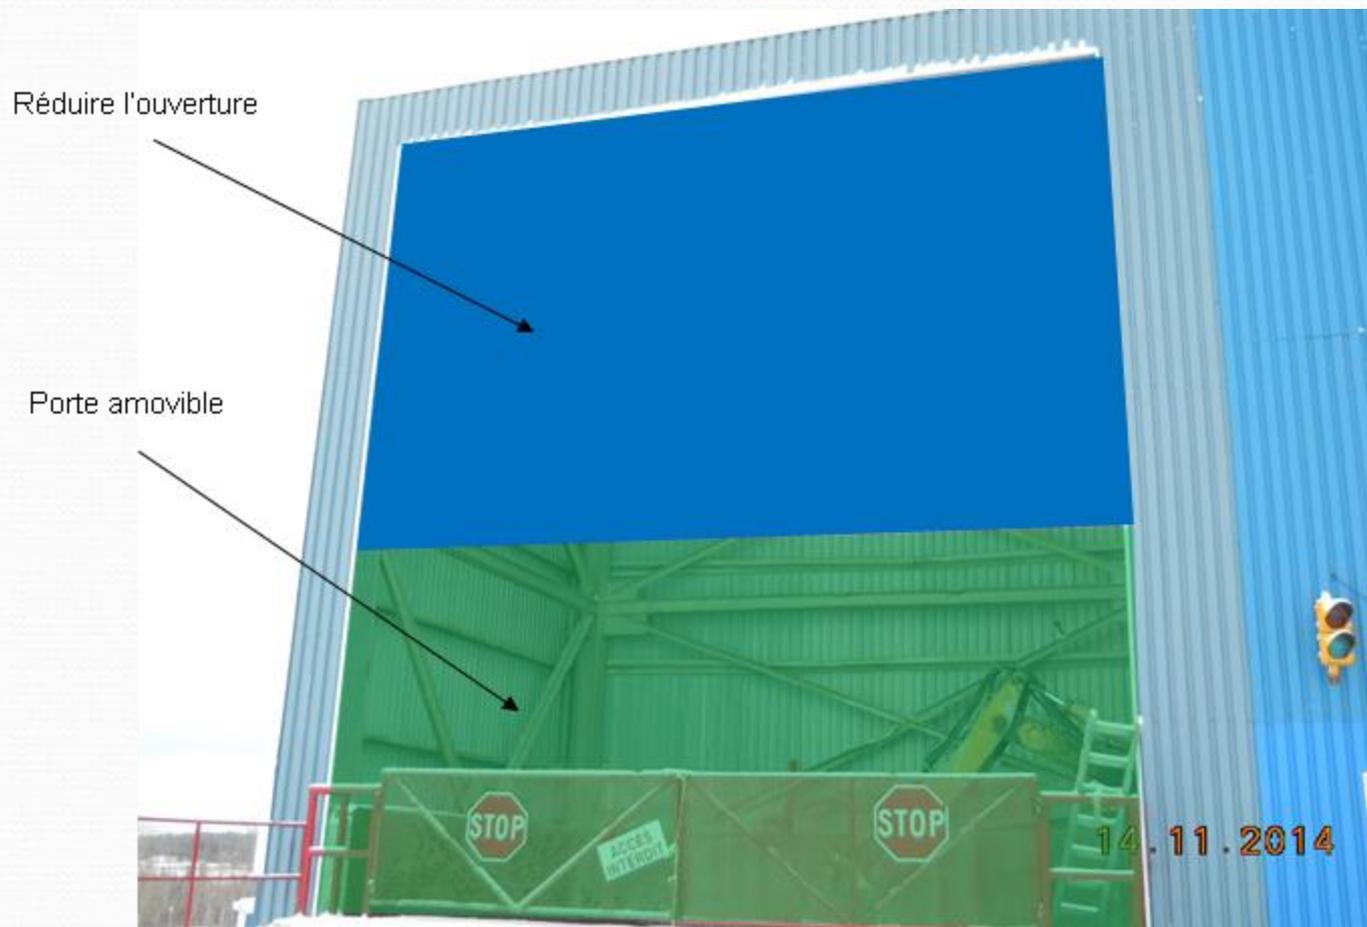

FIGURE 7 L'ouverture du bâtiment du marteau
- Réduire au minimum l'ouverture du bâtiment concasseur (environ 4 mètres pour l'ouverture du bâtiment du concasseur, voir figure 7);